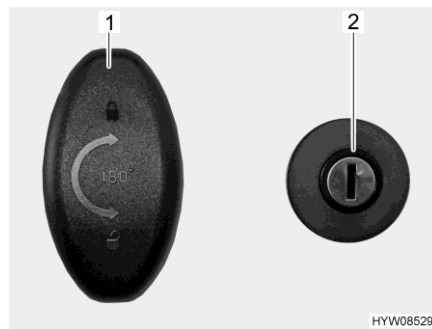

Bild 55 Dörrlås (garagedörr)
Öppna: ■ Stick in nyckeln i låscylindern (Bild 55,2) och vrid medurs. Centrallåset är upplåst.
■ Vrid låshandtaget (Bild 55,1) medurs ett halvt varv och öppna garagedörren.
■ Vrid låshandtaget (Bild 55,1) moturs ett halvt varv.
■ Stick in nyckeln i låscylindern (Bild 55,2) och vrid moturs. Centrallåset är låst.